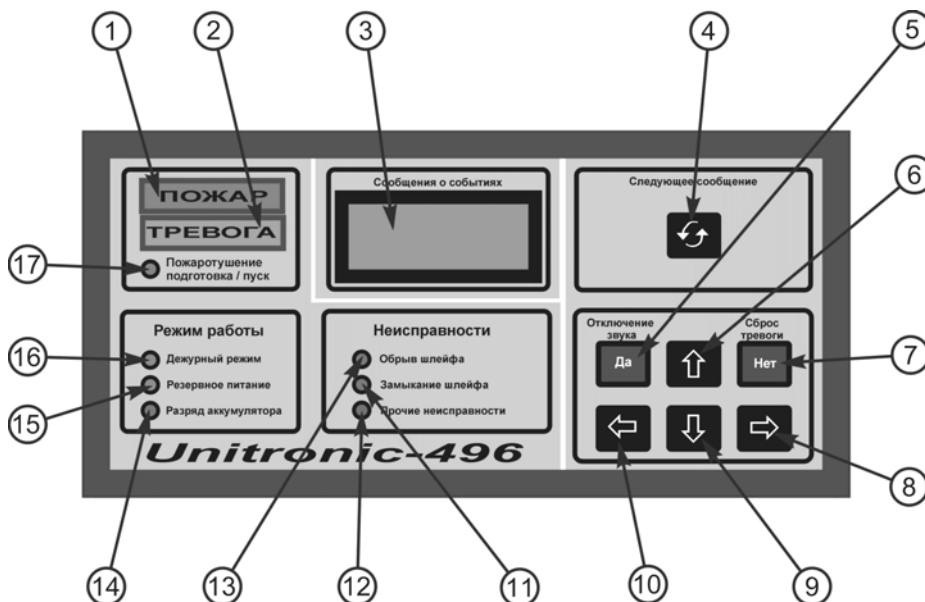

Рис. 1. Органы управления и индикации АПКП.
1.7. Органы управления и индикации АПКП показаны на рис.1.